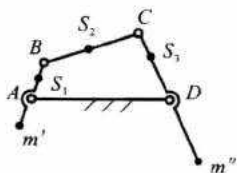

图 1-15
15. 为了完全平衡四杆铰链机构的总惯性力,可以采用如图 1-15 所示方式,在 AB 杆和 CD 杆上各自加上平衡质量 m' 和 m'' 来达到完全平衡。平衡质量的位置和大小应通过计算求得。 ()